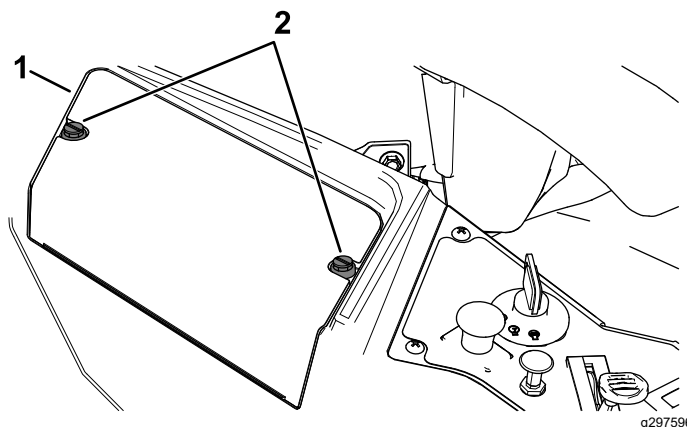

Figure 45
3. Desserrez les 2 fixations sur le couvercle de la batterie en les tournant de un quart de tour dans le sens antihoraire, et déposez le couvercle (Figure 45).
6. Reposez le couvercle de la batterie en appuyant dessus et en serrant les 2 fixations dans le sens horaire (Figure 45).